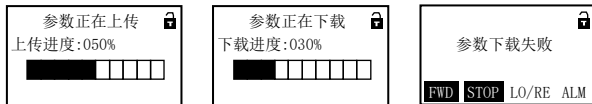

图 5-10 参数上传、下载显示
操作面板上传与下载显示如图 5-10 所示。
1. 若在参数下载时，显示“参数下载失败”，如图 5-10 所示，表示操作面板 EEPROM 存储参数与当前驱动器功能参数不匹配。需先将正确的功能码设定值上传到操作面板 EEPROM，再进行下载。